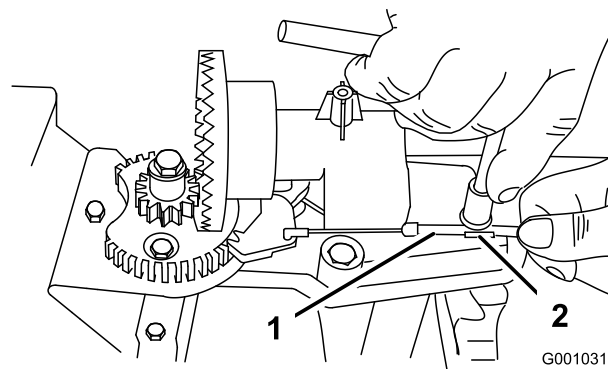
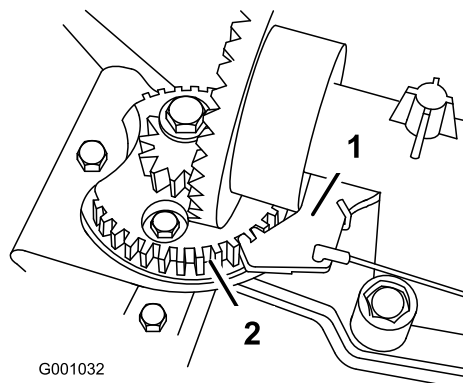

Figura 47
Figura 48
2. Allentate il bullone sul serrafilto per cavi (Figura 47).
3. Afferrate la guaina del cavo e spostatela verso la parte anteriore della macchina finché il fermo del camino di scarico non s'innesta completamente nei denti degli ingranaggi (Figura 47 e Figura 48).
Nota: Il fermo a molla si inserisce automaticamente tra i denti degli ingranaggi (Figura 48).